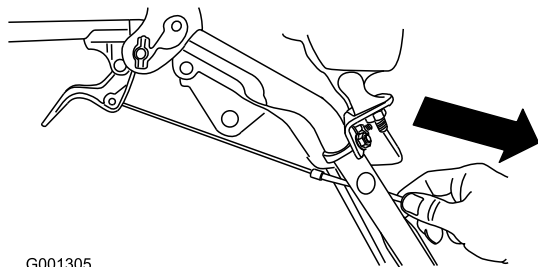

Рисунок 9
4. Аккуратно потяните оболочку троса так, чтобы рычаг муфты свободного хода опустился вниз, и провисание троса было ликвидировано, затем надежно затяните гайку зажима троса (Рисунок 9).